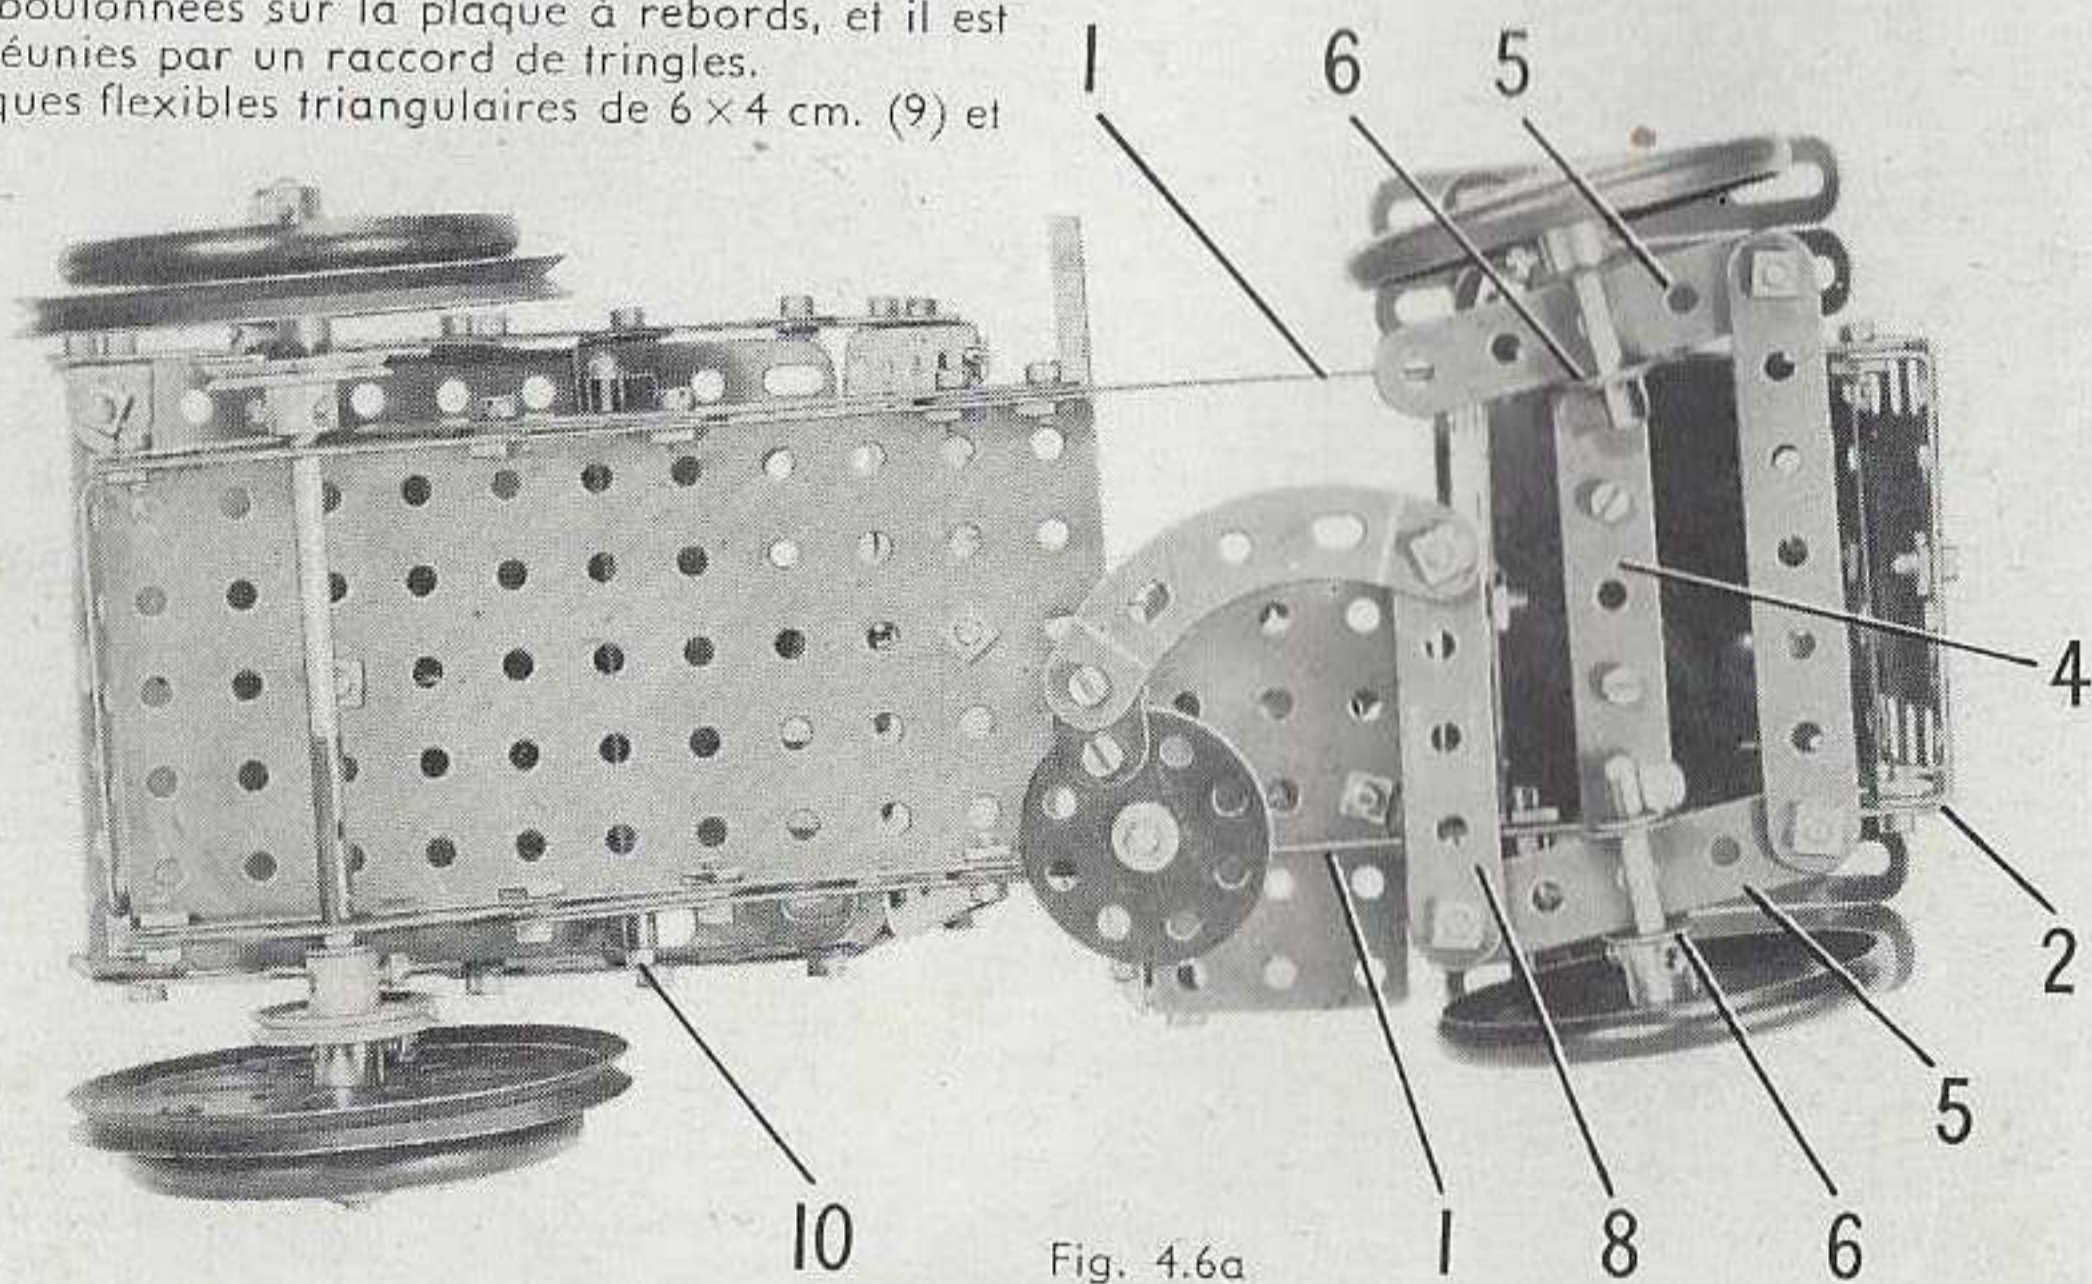

Fig. 4.6a
Une bande de 7 trous (4) (Fig. 4.6a) est boulonnée sur une bande coudée de 60x12 mm. fixée sur les bandes (1). Les bandes de 5 trous (5) passées dans les supports doubles (6) sont libres de pivoter sur des boulons de 9,5 mm., articulés sur la bande (4) par contre-écrou. Les bandes (5) sont réunies l'une à l'autre par une bande de 7 trous tenue par des boulons munis de contre-écrous. Deux roues d'auto sont bloquées sur des tringles de 4 cm. qui passent dans les supports doubles (6).